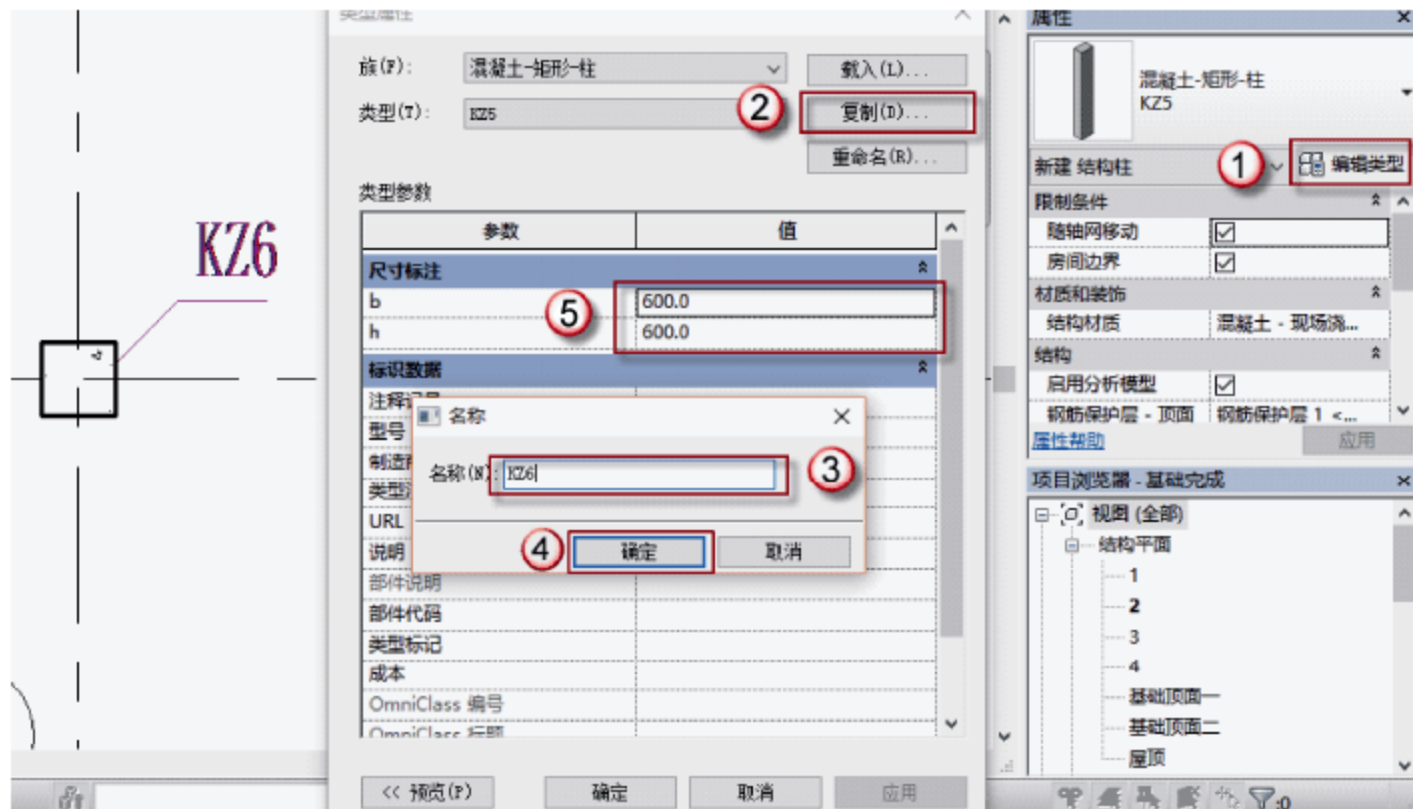

图 4.1.13 设置矩形框架柱 KZ6
(13) 设置矩形柱 KZ6 参数,按快捷键 C+L,出现绘制的界面,单击“编辑类型”按钮,在弹出的对话框中单击“复制”按钮,再在弹出的对话框中命名新的族 KZ6,单击“确定”按钮。在“尺寸标注”栏设置参数,如图 4.1.13 所示。